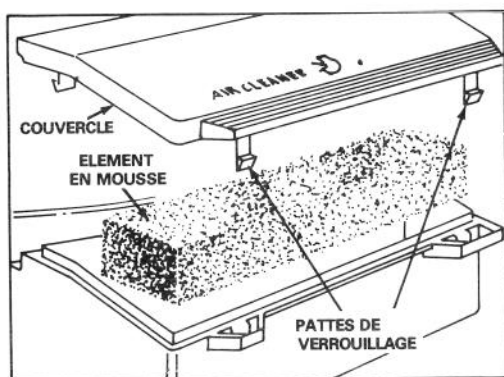

Figure 11
2. Enfoncez les pattes de verrouillage et soulevez le couvercle du filtre à air. Nettoyez à fond le couvercle (Fig. 11).
3. Si le dessus de l'élément en mousse est sale, enlevez-le de l'unité de filtre à air (Fig. 11). Nettoyez à fond.